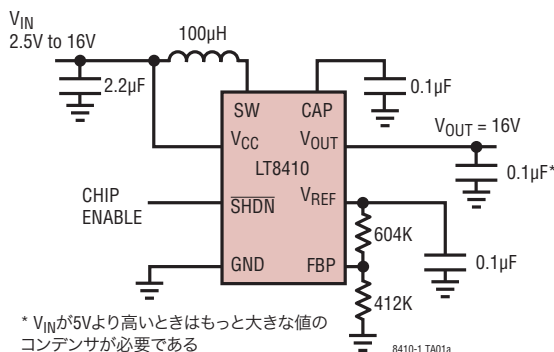
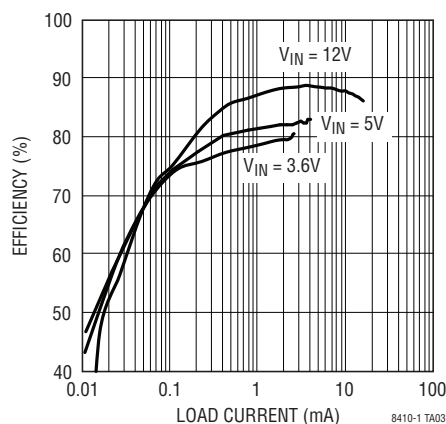
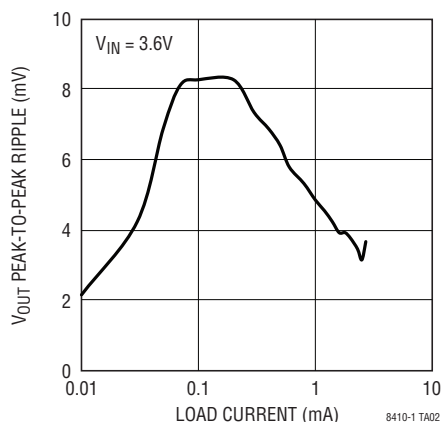

図1. 2.5V $\sim$ 16Vから16Vへの昇圧コンバータ
図2. 図1のコンバータの効率と負荷電流
図3.図1の3.6Vコンバータの出力ピーク-ピーク間リップルと負荷電流
2.5V $\sim$ 16Vの入力ソースから16V出力を発生するLT8410昇圧コンバータの詳細を図1に示します。LT8410/-1はピーク・インダクタ電流とスイッチのオフ時間の両方を変えることによって電力供給を制御します。この制御方式により、広い負荷範囲にわたって低出力電圧リップルと高効率を達成
します。図1の回路の効率と出力ピーク・トゥ・ピーク・リップルを図2と図3に示します。回路の出力コンデンサは小さいが(0.1 μ F)、出力リップル電圧は10mV以下です。
V_{REF}ピンに外部コンデンサを接続してソフトスタート機能を実装します。ソフトスタートが不要ならば、コンデンサを取り去ることができます。出力電圧はV_{REF}ピンからグランドに接続した抵抗分割器によって設定します。図1に示されているように、抵抗分割器のセンタータップはFBPピンに接続します。FBPピンは外部リファレンスで直接バイアスすることもできます。